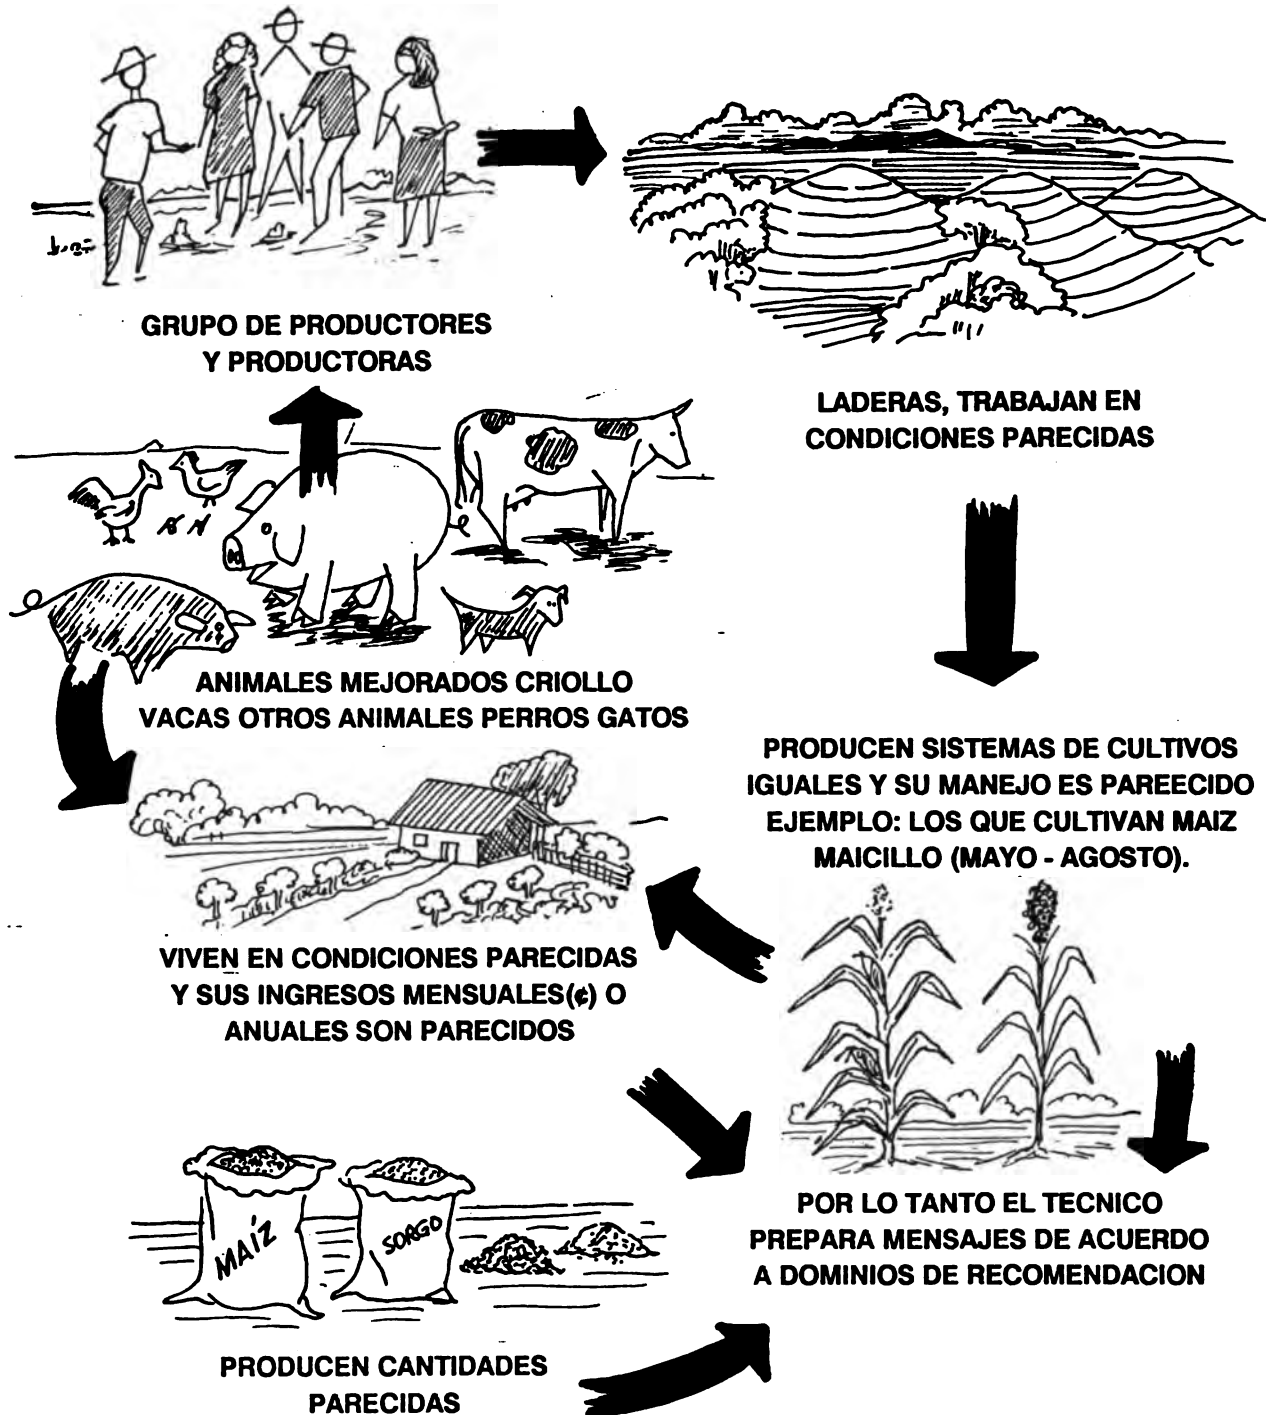

Figura 10
3. Sistemas de producción agropecuarios con características similares que son compartidas por los agricultores pertenecientes al grupo (figura 10).